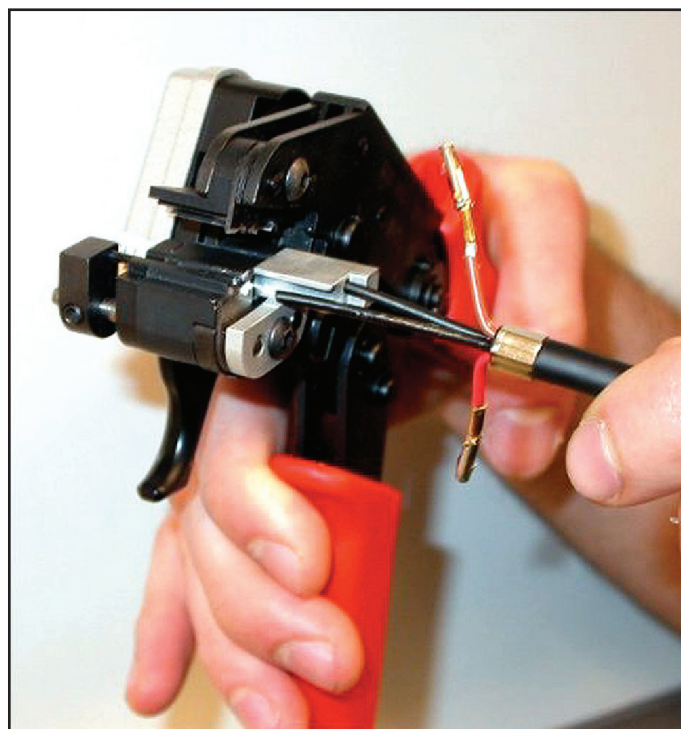
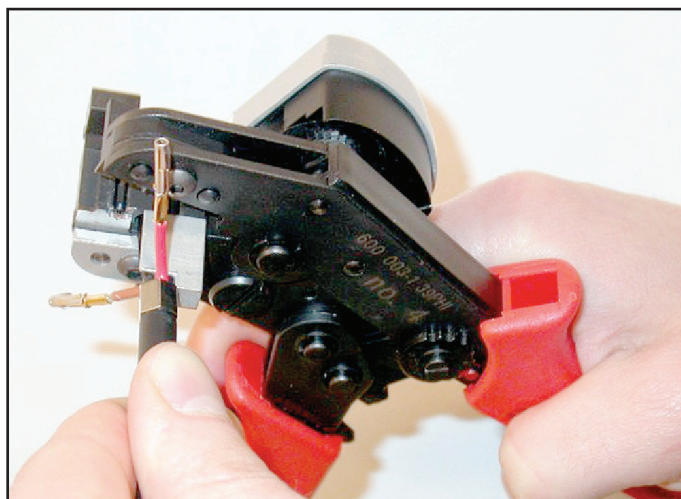

рисунок 45.16: Обрезка оптоволокон (1)
рисунок 45.17: Обрезка оптоволокон (2)
- 13 Задвиньте пластмассовые оптические волокна в инструмент для зачистки и обрезки POF (инструмент 6). Оптоволокно, которое должно быть отрезано, нужно поместить в маленькое направляющее отверстие, в то время как другое оптоволокно должно быть помещено в большое направляющее отверстие (см. рисунок 45.16). Обжимная втулка должна упереться в ограничитель (см. рисунок 45.17).